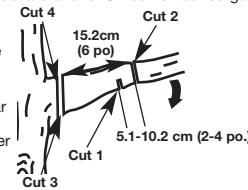

Fig. 7
- Faire la première coupe à 6 pouces du tronc du dessous de la branche. Utiliser le haut du guide-chaîne pour cette coupe. Couper 1/3 du diamètre de la branche (Fig. 7).